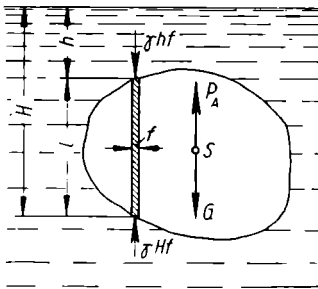

Bild 228
43. a) Was versteht man unter „Auftrieb“ eines eingetauchten Körpers (Bild 228)?